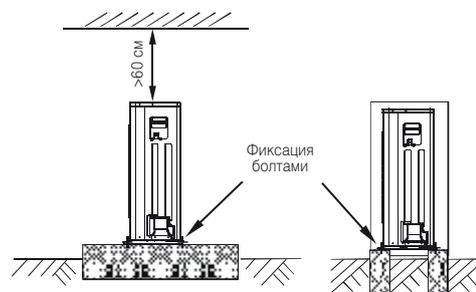

рис. 6-6
- Обеспечьте прочное основание для размещения наружного блока (рис.6-6).